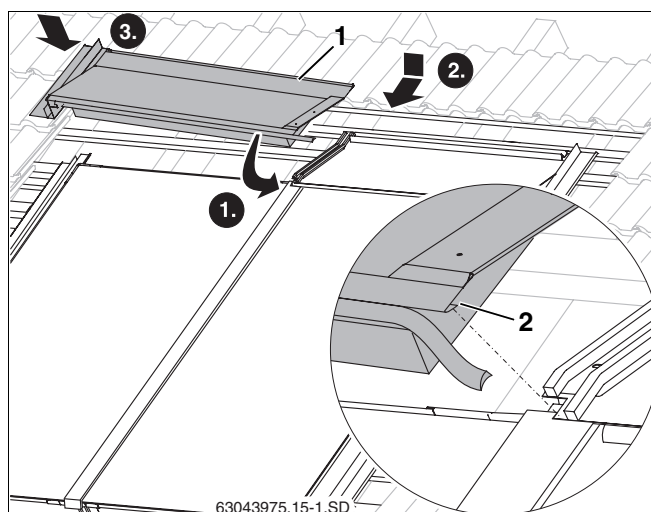

Fig. 57 Lamiera di copertura superiore sinistra
- Inserire le altre lamiere di copertura superiori dal lato della piega della lamiera (fig. 57, **pos. 2**) nella lamiera di copertura montata, e spingere verso il collettore.
- Inserire la lamiera di copertura superiore sinistra (fig. 57, **pos. 1**) nella lamiera di copertura laterale sinistra.
- Poggiare lo spigolo di gomma della lamiera di copertura sinistra sulla piega della lamiera di copertura destra (fig. 57, **pos. 1**).